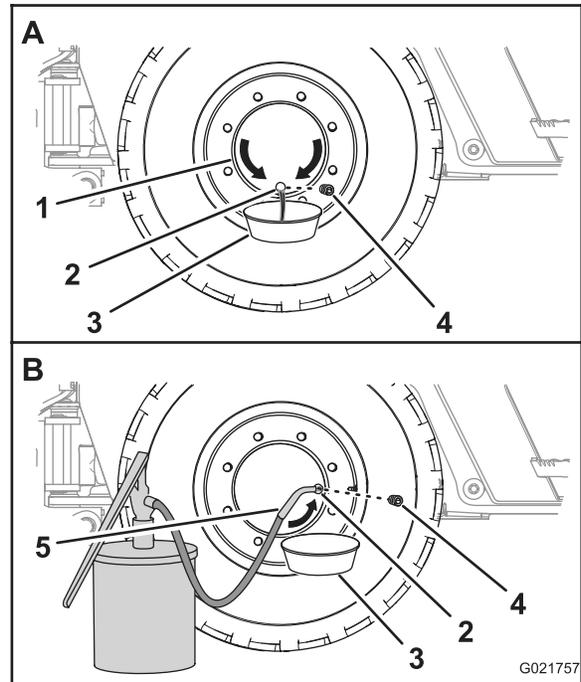

Figure 65
1. Faites avancer ou reculer la machine jusqu'à ce que le bouchon du moyeu de roue soit à la position 6 heures (Figure 65).
2. Placez un bac de vidange sous l'orifice d'huile du moyeu de roue (Figure 65).
3. Retirez le bouchon et vidangez l'huile du train planétaire (Figure 65).
5. Faites avancer ou reculer la machine jusqu'à ce que le bouchon du moyeu de roue soit à la position 3 heures ou 9 heures (Figure 65).